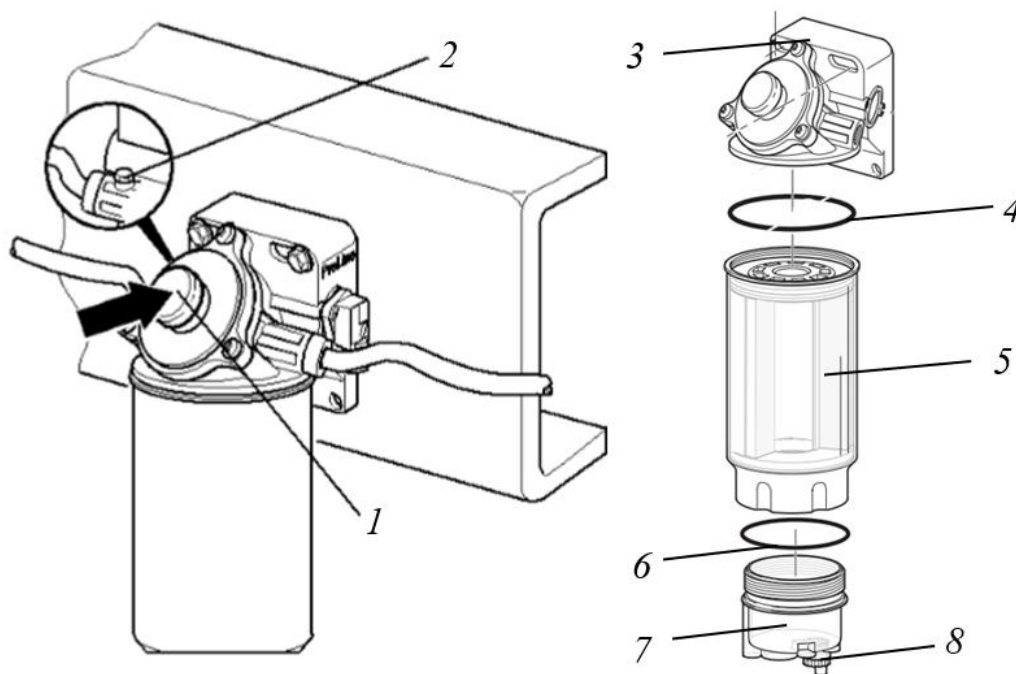

Рисунок 5.13. Фильтр предварительной очистки топлива
пробкой 8 и открыть ее, затем ослабить резьбовую пробку для удаления воздуха 2 рис. 5.13.
- ▶ Отвернуть водосборник 7, рис. 5.13.
- ▶ Вкрутить резьбовую пробку для удаления воздуха 2, рис. 5.13.